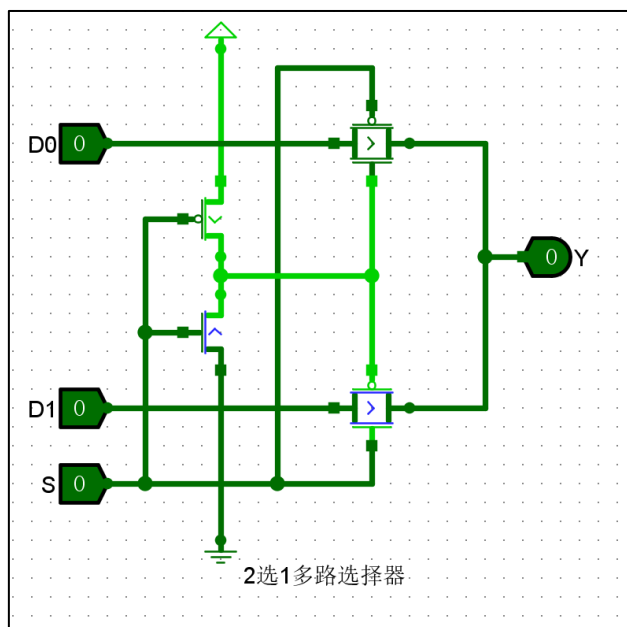

图 1.18 用传输门实现 2 路选择器并仿真验证
2) 在 Logisim 工作区中添加所有部件，并互连，然后进行仿真检测，以验证电路功能。实现电路如图 1.18 所示，保存该电路设计文件。